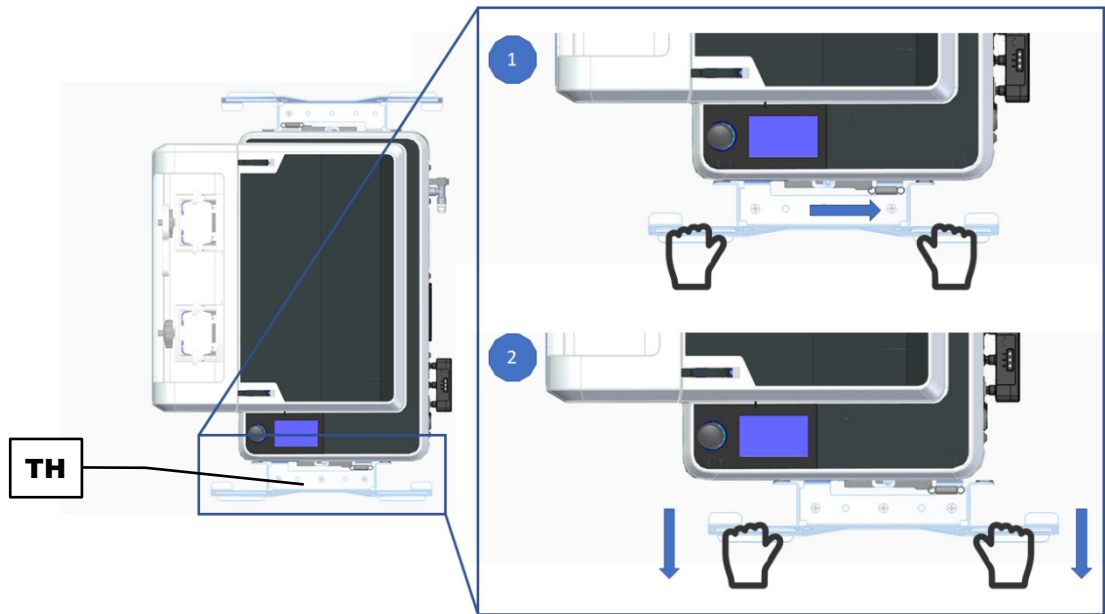

Abb. 35: Transporthilfe entfernen
- ⇒ Die Transporthilfe nach rechts schieben (Abb. 35 Punkt 1).
- ⇒ Die Transporthilfen herausziehen und entfernen (Abb. 35 Bild 2).